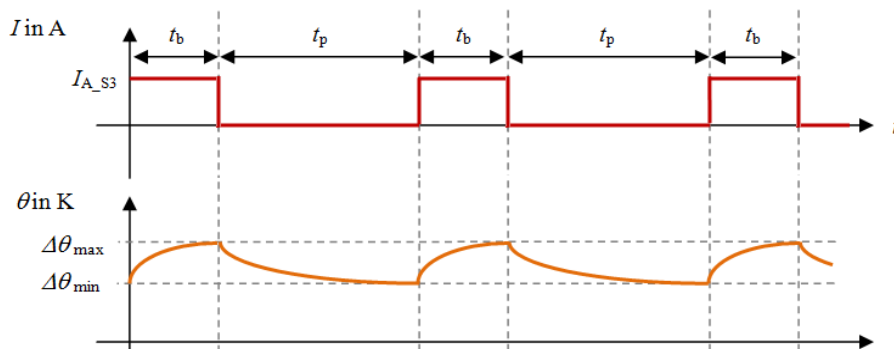

Abbildung 2.3: Ankerstrom- und Temperaturverlauf für periodischen Betrieb der Antriebsmaschine
2.6 Die Beförderung der Ziegelsteine erfolgt nun nach dem in Abbildung 2.3 gezeigten Spiel: Während der Betriebszeit  $t_b$  wird die Masse auf die Höhe  $h$  hochgezogen. In der Zeit  $t_p$  findet das Abladen der Masse, das Abseilen des Kranhakens sowie die Neubeladung statt. Wie nennt man diese Betriebsart? Die Masse beträgt nun bei jedem Hubvorgang  $m = 2000$  kg. Ermitteln Sie damit den sich einstellenden Ankerstrom  $I_{A_{S3}}$  sowie den zugehörigen Überlastfaktor  $\frac{P_{VS3}}{P_{VS1}}$ . Welcher Wert ergibt sich für die obere Temperaturgrenze  $\Delta\theta_{max}$ ? Das thermische Modell der Gleichstrommaschine kann als einfaches, einmaschiges Netzwerk (ein Freiheitsgrad) angenommen werden. Das unten gezeigte Spiel wurde ausschließlich im Ankerstellbereich durchgeführt. Desweiteren sind die Auswirkungen der Beschleunigungs- und Bremsphasen auf den Ankerstrom  $I_A$  zu vernachlässigen.